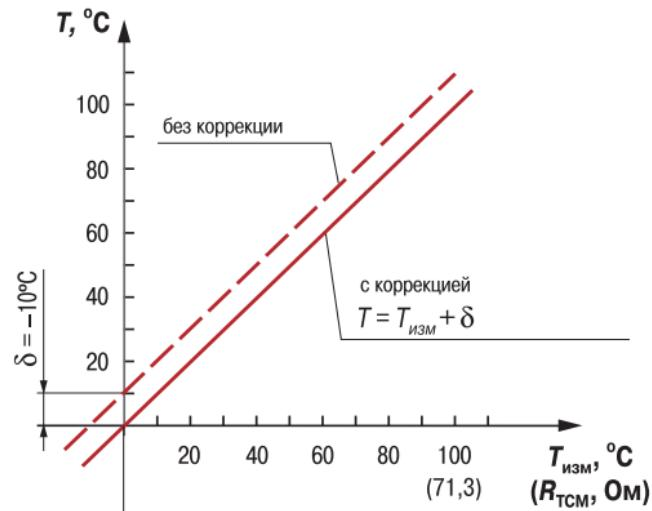

Рис. 2
3.1.4.3.2. Для компенсации погрешностей $\Delta R = R_0 - R_{0,\text{TCM}}$, вносимых сопротивлением подводящих проводов R_{TCM} , к каждому измеренному значению параметра $T_{\text{изм}}$ прибавляется заданное пользователем значение δ . На **рис. 2** приведен пример сдвига характеристики для датчика TCM50M, $W_{100} = 1,426$.